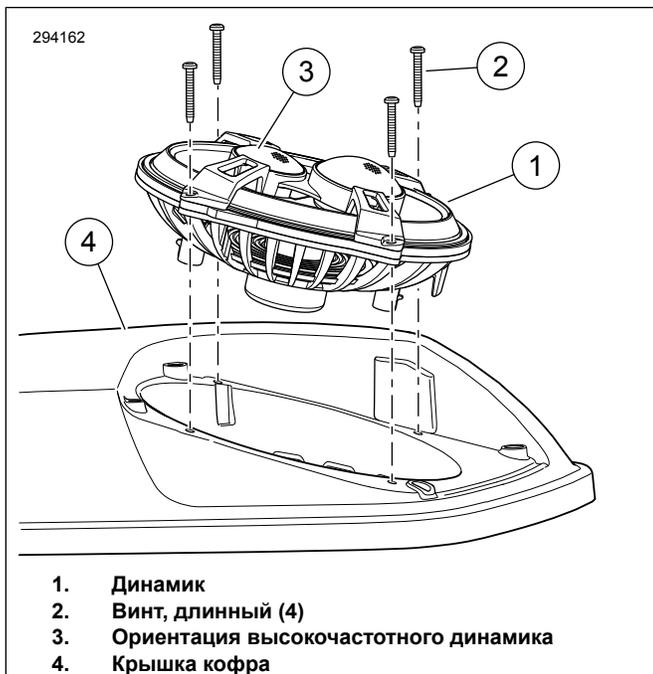

Рисунок 1. Ориентация динамика
2. См. Рисунок 1. Направьте высокочастотный динамик (3) меньшего размера к задней части кофра, как это показано на рисунке.
3. Закрепите динамик (1) с помощью четырех длинных винтов (2). Поочередно затяните винты. Затяните.